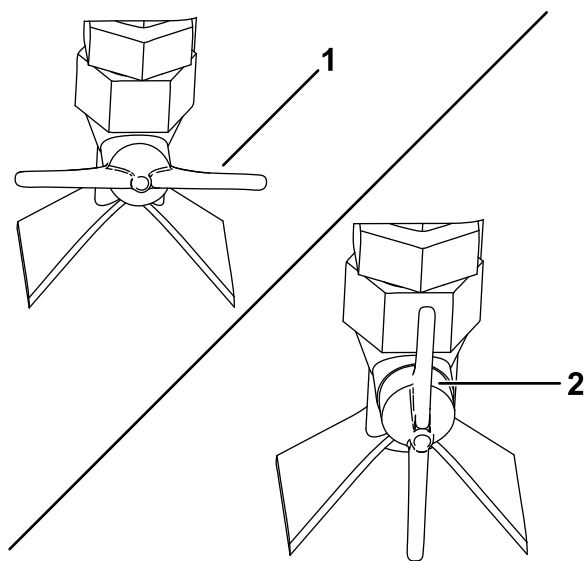

Figura 87
- Para selecionar o jato em leque, gire a válvula de aspersão na lateral do bico para a posição horizontal (Figura 87).
- Para selecionar o jato sólido, gire a válvula de aspersão na lateral do bico para a posição vertical (Figura 87).